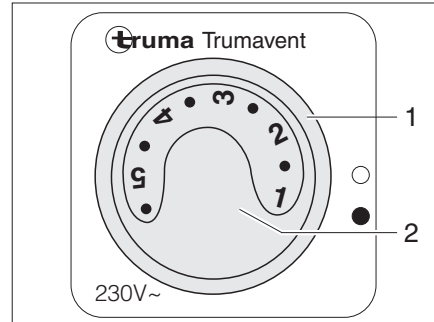

Bild 105 Bedienschalter für Umluftgebläse (230 V)
- Den Drehschalter (Bild 105,1) auf "●" stellen.
- Mit dem Drehknopf (Bild 105,2) die gewünschte Leistung des Umluftgebläses einstellen.
- Den Drehschalter (Bild 105,1) auf "○" stellen.